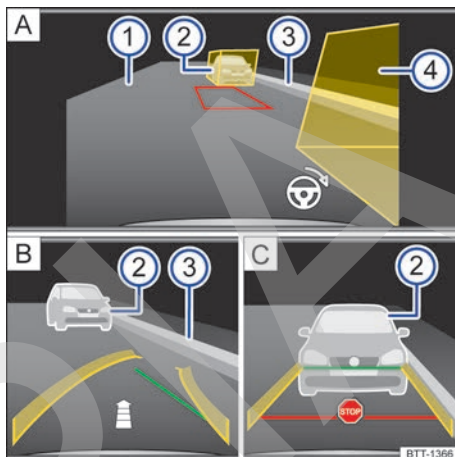

Fig. 175 Visualización en la pantalla del sistema de infotainment: asistente de marcha atrás, modo 2.
Leyenda de la fig. 175:
6. Sitúe el vehículo en paralelo a la franja de aparcamiento a aprox. 1 metro de distancia de modo que las cajas auxiliares amarillas cubran por completo los posibles obstáculos → fig. 175 **2** **[A]**. La zona situada entre las cajas deberá estar libre de obstáculos. Reco-